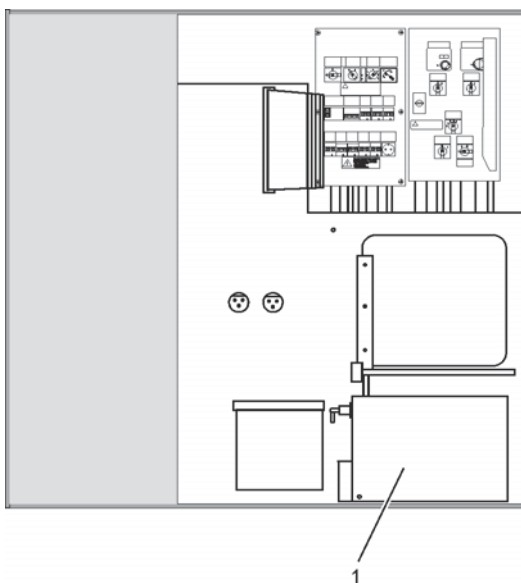

Bild 1. Batterilåda
- Ta ur batterierna ur batterilådan (1), se bild 1. Rengör batterilådan och dimspruta med korrskyddsolja.